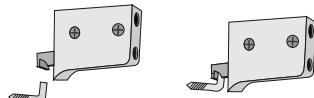

рис. 3
- Просверлите отверстия в стене и закрепите крепежные пластины. Установите изделие к стене, закрепив подвесные кронштейны на крепежных пластинах. (рис. 3)